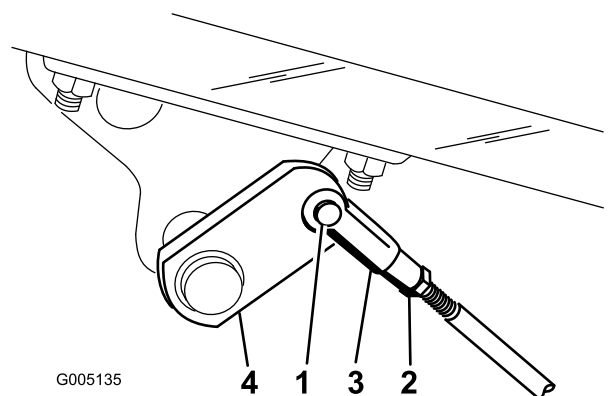

Figura 50
- A. Desconecte las varillas de los frenos retirando el pasador de horquilla y la chaveta (Figura 50).
- B. Afloje la contratuerca y ajuste la horquilla (Figura 50).
- C. Monte la horquilla en el eje del freno (Figura 50).